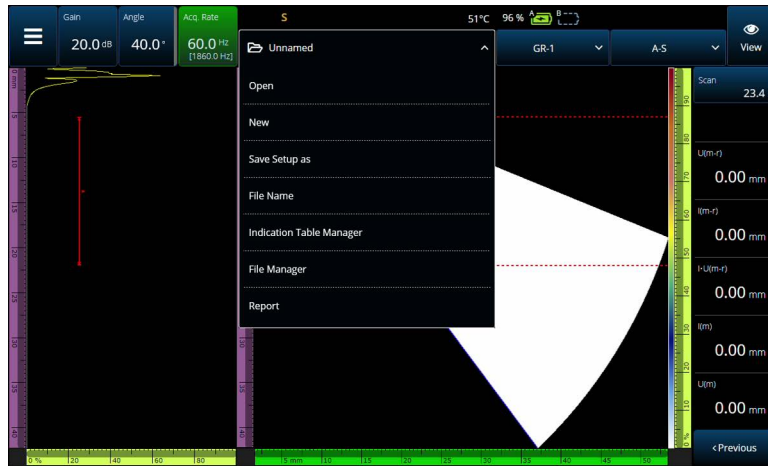
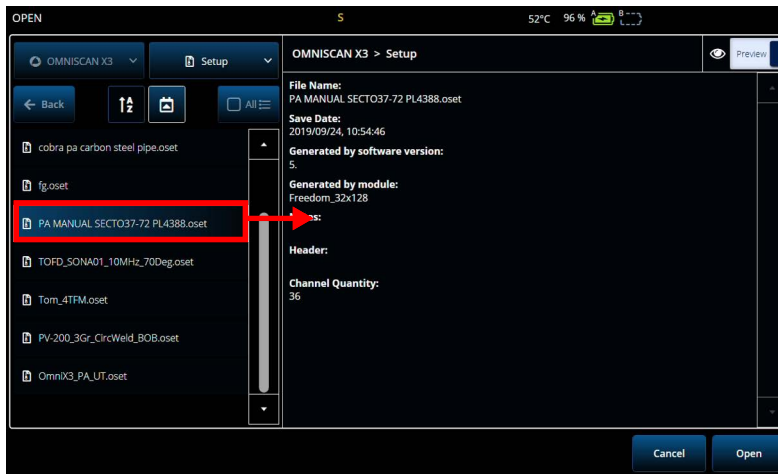

Figura 6-1 Menu File (arquivo)
Figura 6-2 Menu Open (abrir)
As configurações e dados de inspeção são mantidos e organizados através de arquivos, e apresentados em relatórios. Você pode usar o menu **File** (arquivo) para acessar vários parâmetros de arquivo, a ferramenta **Report** (relatório) e o **File Manager** (gerenciador de arquivos) (Figura 6-1 na página 207).
- Para salvar seu arquivo de configuração, selecione **Save Setup As** (salvar configuração como) no menu **File** (arquivo) (Figura 6-1 na página 207).
- Para abrir um arquivo, selecione **Open** (abrir) no menu **File** (arquivo) (Figura 6-1 na página 207) e depois escolha o diretório no qual o arquivo está localizado. Você pode abrir o arquivo de configuração ou o arquivo de dados selecionando o tipo de arquivo. Você também pode classificar os arquivos em ordem alfabética ou por data usando o ícone **Filter** (filtro) e pré-visualizar o arquivo selecionado (Figura 6-2 na página 208).